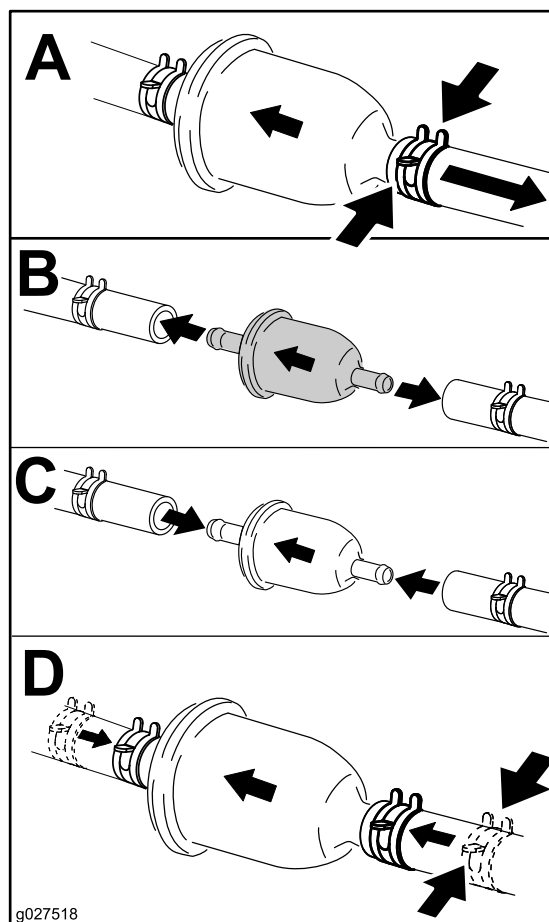

Figura 46
4. Riposizionate il filtro del carburante come mostrato nella Figura 46.